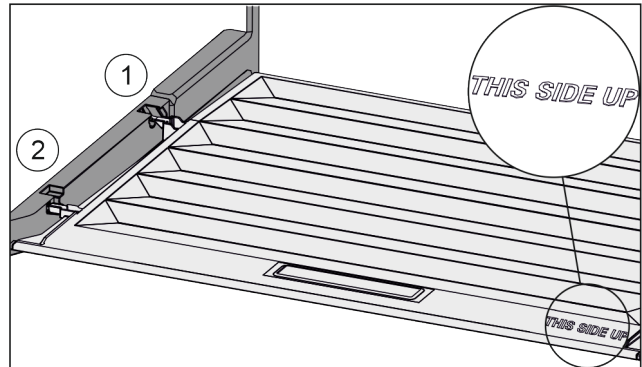

Fig. 117
- ▶ Пъхнете шийките на капака през отвора в задния държач Fig. 117 (1) и фиксирайте отпред в държача Fig. 117 (2).